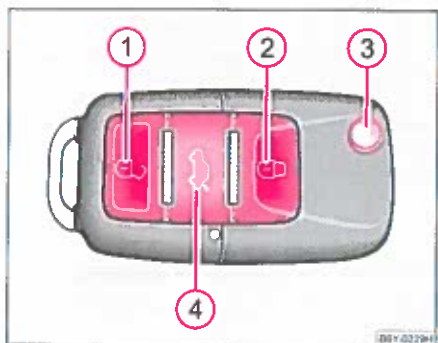

Fig. 28 Nøgle med fjernbetjening
- Tryk på knappen ④ ca. i 1 sekund ⇒ fig. 28.